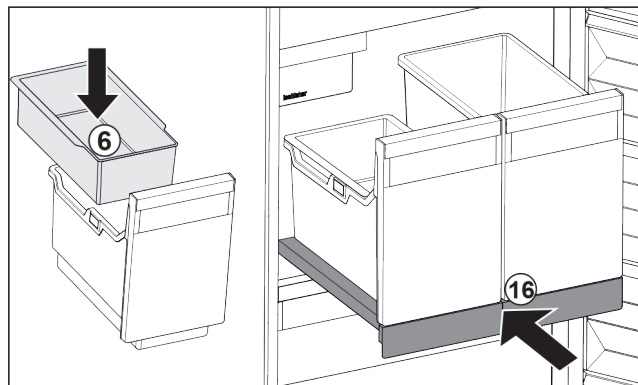

Fig. 201
- Inserire la vaschetta da agganciare Fig. 201 (6) per i cubetti di ghiaccio.
- Inserire il ripiano estraibile con il contenitore (IceTower). Fig. 201 (16)